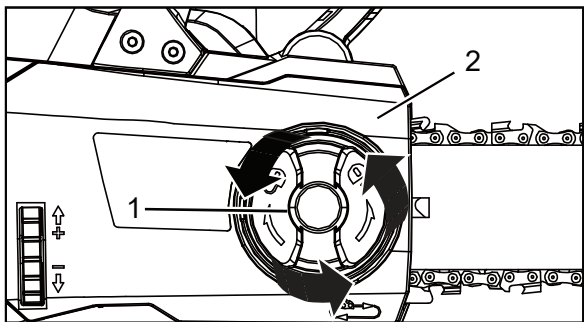

Figura 8 - Retire la cubierta
2. Gire el bloqueo de la cubierta lateral en sentido antihorario para retirar la cubierta del cuerpo de la sierra (Figura 8).